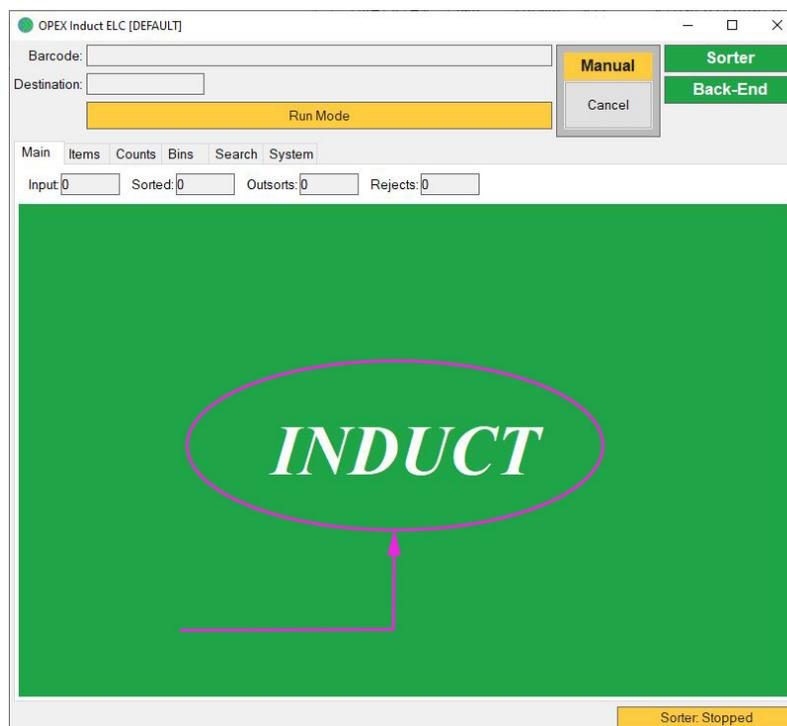

Figura 4-37: Tela do ELC de Introdução OPEX - Leitura Realizado com Sucesso
4. Verifique a tela do ELC de Introdução OPEX. Se a leitura foi realizada com sucesso, ficará verde e exibirá “INDUCT” (consulte Figura 4-37 na página 153).